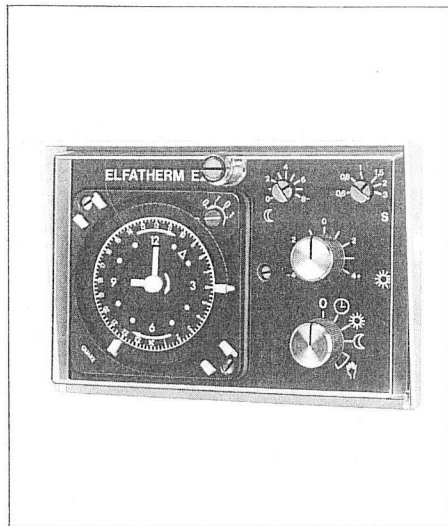

Bild 2 ELFATHERM EZ-K
3.6 Zentralgerät EZ-K (Bild 2)